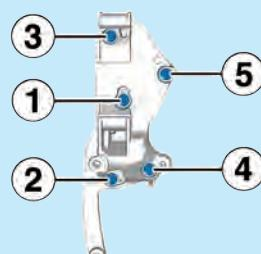

Fig.1
- Respecter l'ordre de serrage du support multifonction (Fig.1).
- Ecartez les conduits d'air (1) (Fig.1).